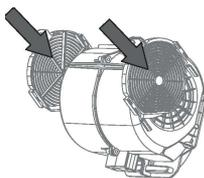
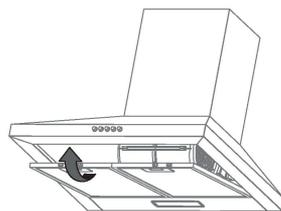

fig. 18
fig. 19
3. Instale el filtro de carbón como se muestra en la fig. 18 e instale las rejillas de aluminio (fig. 19).